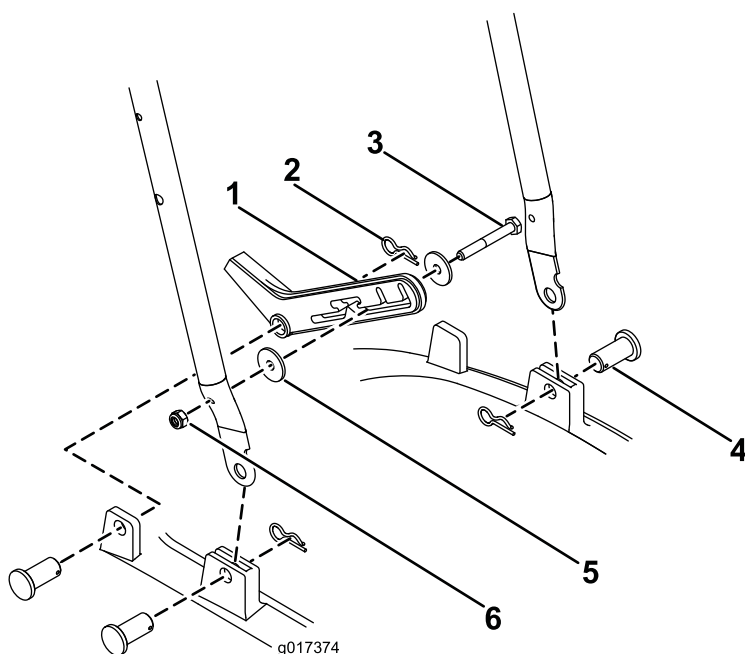

Figure 3
1. Insérez la partie inférieure du guidon dans le cadre (Figure 3).
2. Fixez-le de chaque côté avec une goupille de retenue et une goupille fendue (Figure 3).
3. Fixez la butée de pied sur le côté droit de la partie inférieure du guidon avec un écrou M6 et un boulon M6, et 2 rondelles (Figure 3).
4. Fixez la butée de pied au cadre avec une goupille de retenue et une goupille fendue (Figure 3).